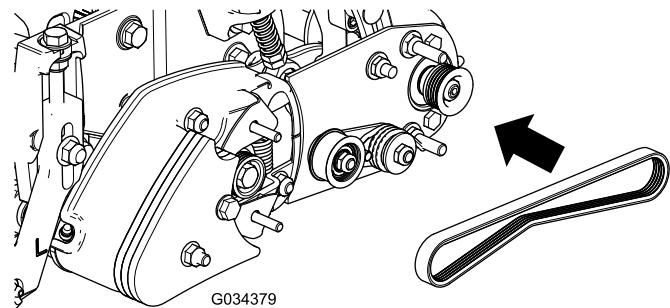

Figura 7
3. Instale la correa (Figura 7).